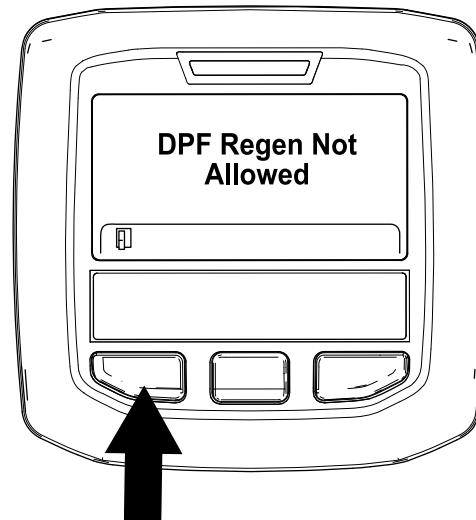

Figure 37
- Si le processus de régénération n'est pas autorisé par le calculateur moteur, le message "DPF Regen Not Allowed" (Régénération du FAP non autorisée) s'affiche sur l'InfoCenter (Figure 37). Appuyez sur le bouton gauche pour revenir à l'écran d'accueil.